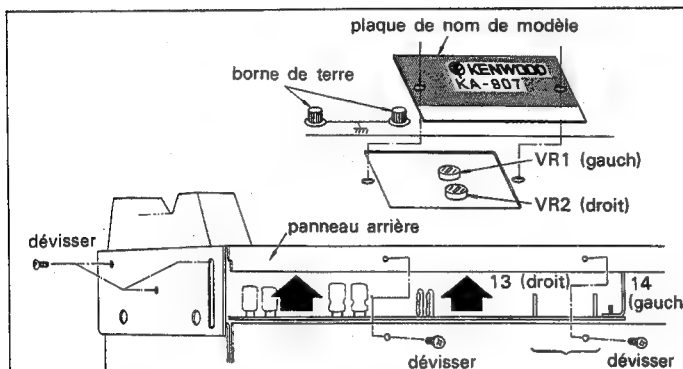

Fig. 1 Réglage de la tension de décalage (OFFSET) en section préampli
3. Réglez le potentiomètre ajustable VR1 (VR2) de façon à ce que le voltmètre c.c. indique 0V, comme le montre la figure 1.